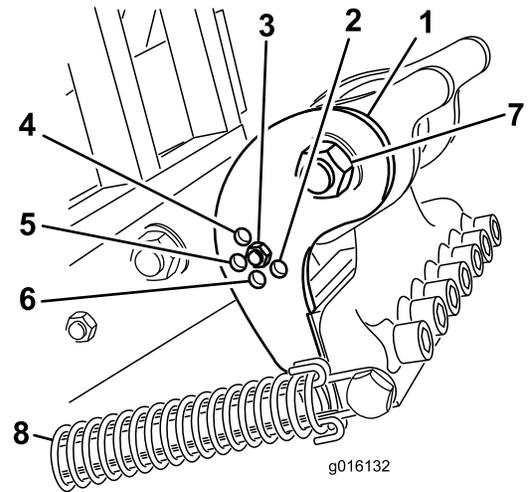

Figura 35
Ajuste la posición de la pletina de ajuste de la inclinación (Figura 35) según la longitud de los taladros a utilizar. El tope del cabezal se ajusta a una de cinco posiciones predeterminadas, seleccionando el taladro en el que se atornilla la varilla de ajuste. Estas posiciones son simplemente las predeterminadas; es posible que usted obtenga un acabado más liso usando un taladro de 25,4 cm, por ejemplo, en la posición de 30,48 cm, dependiendo de la aplicación concreta.
3. Desconecte el muelle tensor del cabezal de taladros (Figura 35).
4. Retire el perno y la tuerca de los taladros de la pletina de ajuste de la inclinación (Figura 35).